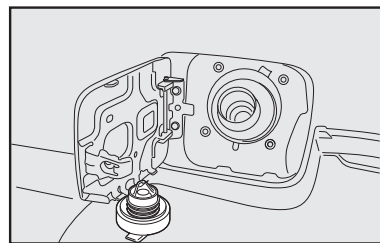

fig. 131
- Após a retirada da tampa, encaixe-a no suporte existente na portinhola **fig. 131**.